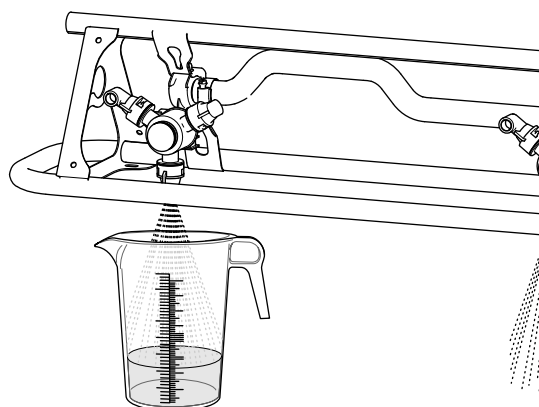

Figure 51
5. Récupérez l'eau pulvérisée par la buse jusqu'à ce qu'elle soit toute écoulee (Figure 51).